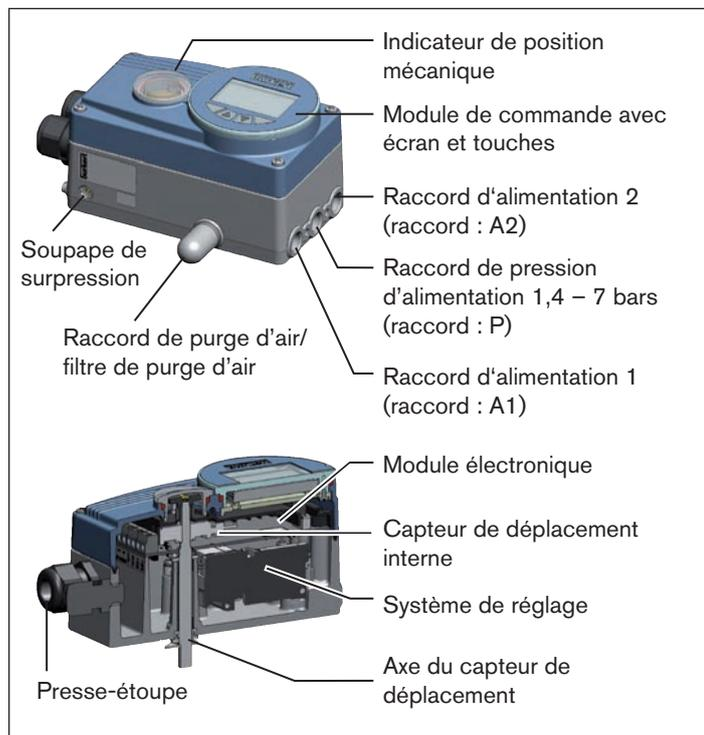

Fig. 1 : Structure, types 8792/8793
* Lorsque l'appareil est utilisé dans des conditions IP 67, il convient de retirer le filtre de purge d'air (voir « Fig. 1 »).